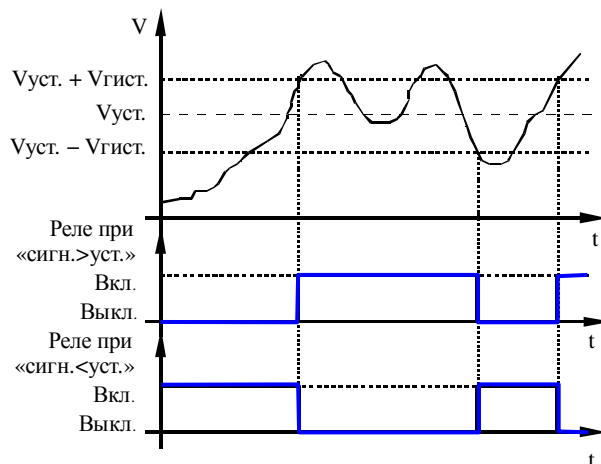

Рисунок 7.14 - Диаграмма работы реле
- «Режим» – выбирается режим срабатывания реле: «выкл.» – реле всегда выключено; «сигн<уст.» и «сигн>уст.» – реле включается/выключается при входном сигнале меньше или больше уставки соответственно с учётом гистерезиса (смотри рисунок 7.14).